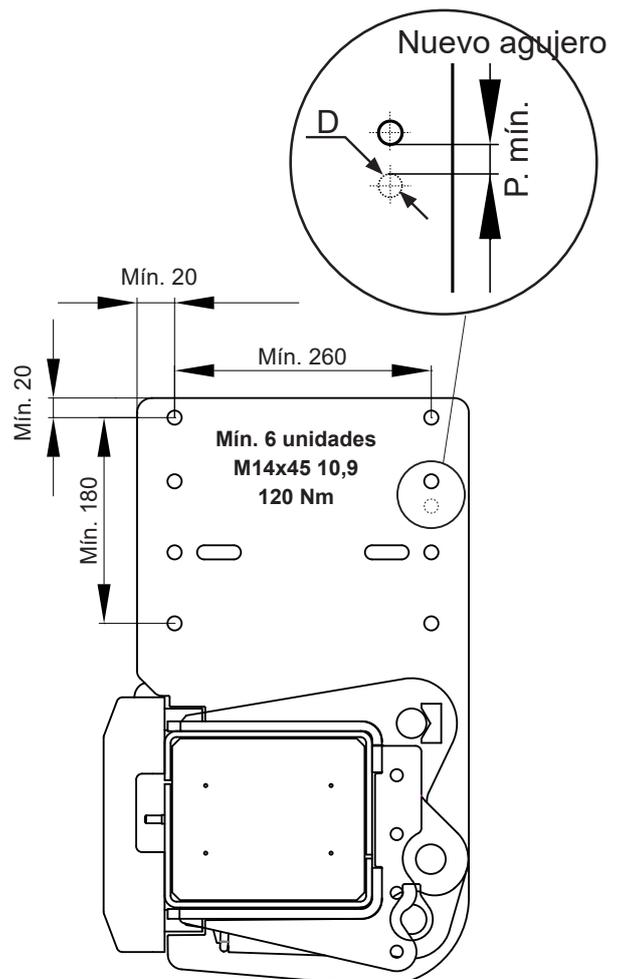

Figura 29. Montar el soporte del chasis con 6 tornillos M14x45 10.9 como mínimo
9. Para el montaje sobre un chasis sin agujeros pre-perforados, montar primero con un tornillo en los agujeros alargados de los soportes. Hacer una marca en el chasis del vehículo, en el centro de los agujeros alargados de los soportes, y después perforar agujeros de $\varnothing 14$ mm en el chasis, véase Figura 29.